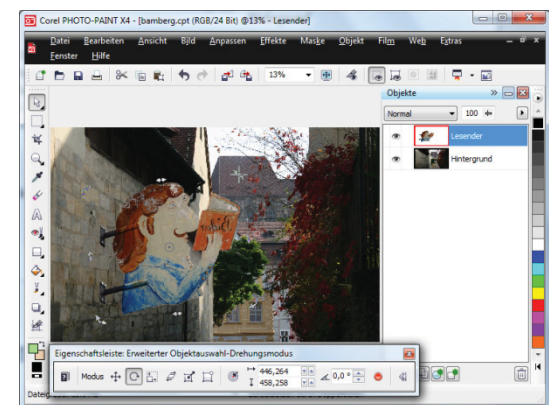

Abb. 10-77: Freigestellte Figur gespiegelt und verschoben
Ziel: Detail von Foto 1 (Lesender) in Foto 2 einbinden, die Montage soll möglichst nicht auffallen (Abb. 10-77)
- Figur spiegeln: HM AUSWAHL: Ebene *Lesender* ► M OBJEKT | WENDEN: *Horizontal* (Abb. 10-77).